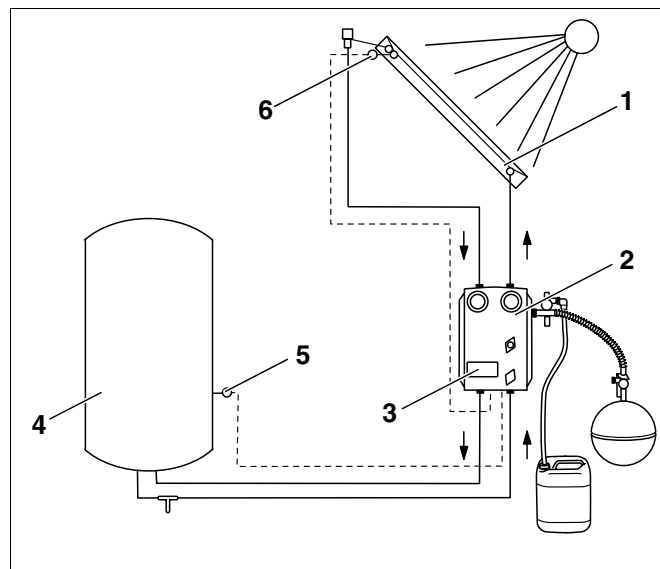

Fig. 1 Esquema do sistema de energia solar
- Campo de colectores (Fig. 1, **Item 1**).
- Estação completa (Fig. 1, **Item 2**)
- Termoacumulador solar (Fig. 1, **Item 4**)
A bomba de circulação é activada quando é excedida a diferença de temperatura ajustada entre o campo de colectores (Fig. 1, **Item 6**) e o termoacumulador solar (Fig. 1, **Item 5** – em baixo).
A bomba de circulação transporta o agente portador de calor no circuito através do campo de colectores (Fig. 1, **Item 1**) até ao consumidor. Por regra, trata-se do termoacumulador solar (Fig. 1, **Item 3**). Dentro do termoacumulador solar encontra-se um permutador de calor, o qual transmite o calor absorvido pelo agente portador de calor para a água potável ou água de aquecimento.